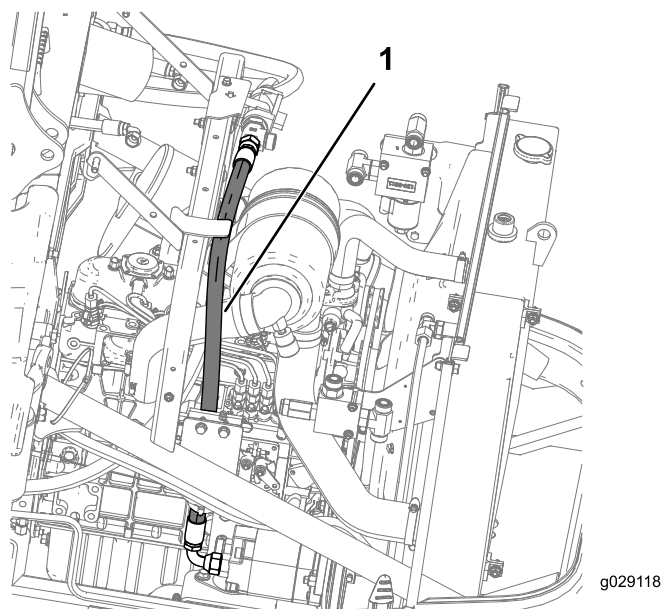

Figura 28
8. Instale o tubo hidráulico C da união em T (5/8 x 5/8 x 3/4 macho), no conjunto da cabeça do filtro, na união adaptadora (5/8 x 3/4 macho), no conjunto da bomba das engrenagens como se mostra na Figura 28.